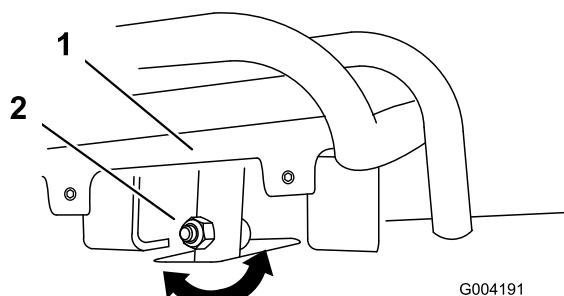
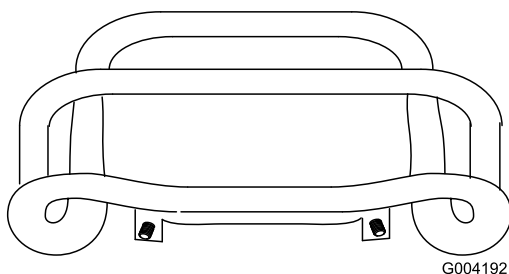

Figura 54
Figura 55
4. Se a parte da frente do controlo não ficar alinhada com a barra de referência, desaperte a porca flangeada e o parafuso na haste do controlo de tração (Figura 54).
5. Ajuste o controle de tração de modo a que fique alinhado com a barra de referência quando é puxado a direito para trás (Figura 54 e Figura 55).
- Desaperte a porca flangeada e o parafuso na haste do controle de tração (Figura 54).
- I. Ajuste o controle de tração de modo a que fique alinhado com a barra de referência quando é puxado a direito para trás (Figura 54 e Figura 55).